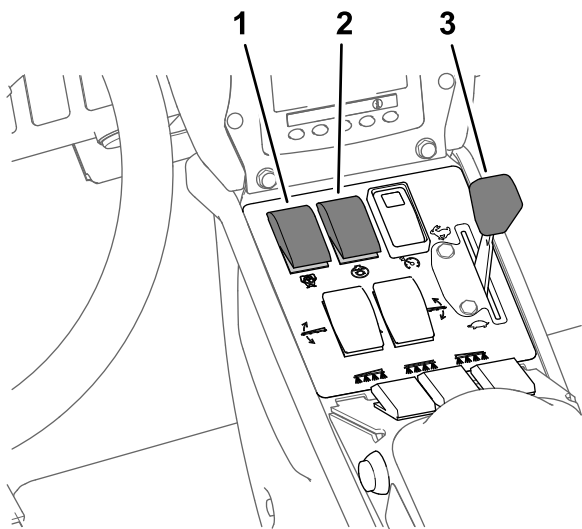

Figura 37
8. Coloque o interruptor de agitação e o interruptor da bomba do pulverizador na posição LIGAR (Figura 37).
9. Coloque a alavanca na posição RÁPIDO (Figura 37).
4. Ajuste o acelerador para a velocidade do motor desejada; consulte Figura 37 em Pulverização no Modo de taxa de aplicação \(página 35\).
**Nota:** Este procedimento assume que a bomba de pulverização está ligada; consulte Figura 37 em Pulverização no Modo de taxa de aplicação \(página 35\).